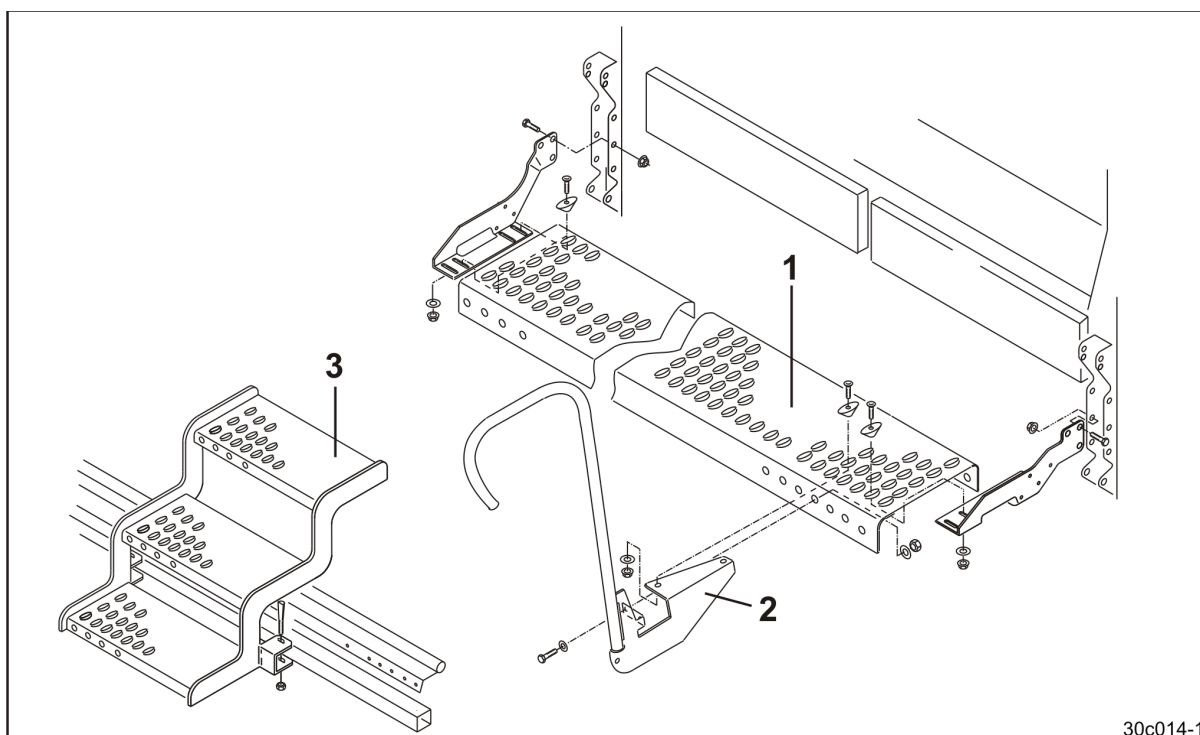

Fig. 60
Sikkerhedsristtrinet (Fig. 60/1) er allerede fastgjort på maskinen.
1. Skru håndlisten (Fig. 60/2) på.
2. Fastgør trinnet (Fig. 60/3) ved siden af håndliste på striglen.